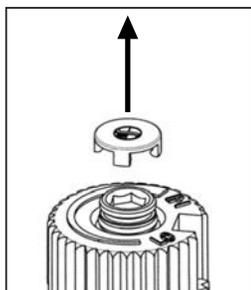

Figure 15: Retrait du Bouchon de Valve
- a) Retirez le capuchon de protection noir le bouton Haut/Bas (voir Figure 15).